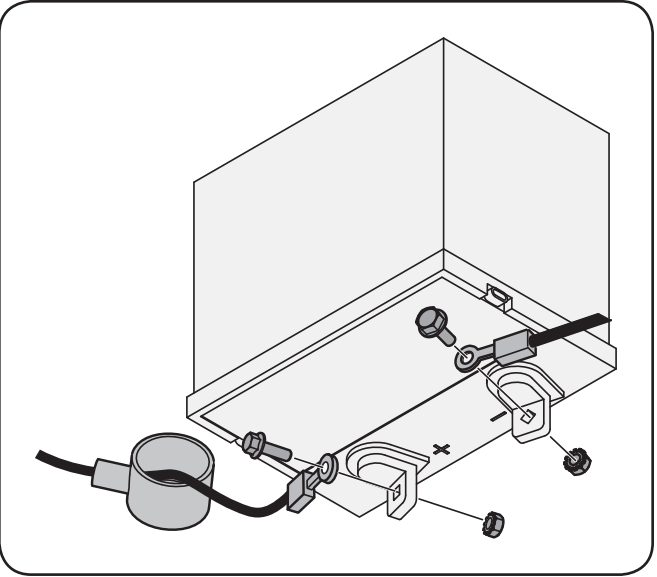

Figure 3-5
- Enlevez le couvercle en plastique, le cas échéant, de la borne négative de la batterie et attachez le câble noir à la borne négative de la batterie (-) avec le boulon et l'écrou à six pans. Voir la Figure 3-5.
1. Enlevez le couvercle en plastique, le cas échéant, de la borne positive de la batterie (+) avec le boulon et l'écrou à six pans. Voir la Figure 3-5.